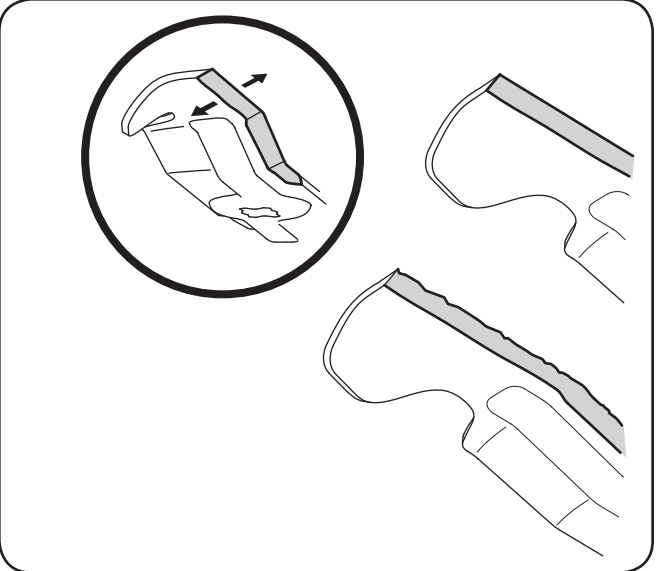

Figure 7-7
4. Pour aiguiser les lames, éliminez la même quantité de métal des deux extrémités sur le côté tranchant. Aiguisiez le bord tranchant sur toute sa longueur, parallèlement au bord arrière, soit à un angle de 25° à 30°. Il est essentiel d'aiguiser les tranchants de façon égale pour conserver une lame bien équilibrée. Voir la Figure 7-7.